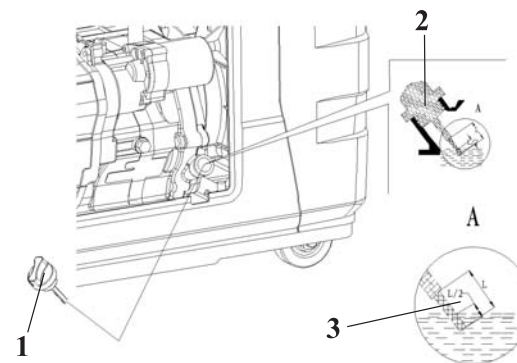

Рис. 2
7.2.1 Открыв крышку 11 (рис. 1), вывинтите щуп-пробку 1 (рис.2), из горловины картера 2 (рис. 2). Опустите в горловину сухой, чистый щуп и вытащите его - край смоченный маслом должен располагаться между отметками минимального и максимального допустимого уровней 3 (рис. 2).
7.6.1 На прогревом до рабочей температуры двигателя, откройте крышку 11 (рис. 1) и вывинтите пробку для слива масла 1 (рис. 2). Под сливным отверстием разместите вспомогательную ёмкость. После прекращения истечения масла, залейте новое масло до нижнего края заливного отверстия. Проверьте уровень масла.